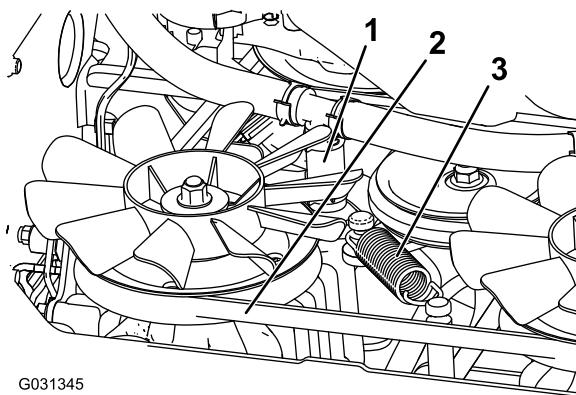

Figura 68
5. Retire o tubo hidráulico inferior (Figura 68).
6. Remova a mola de tensão (Figura 68).